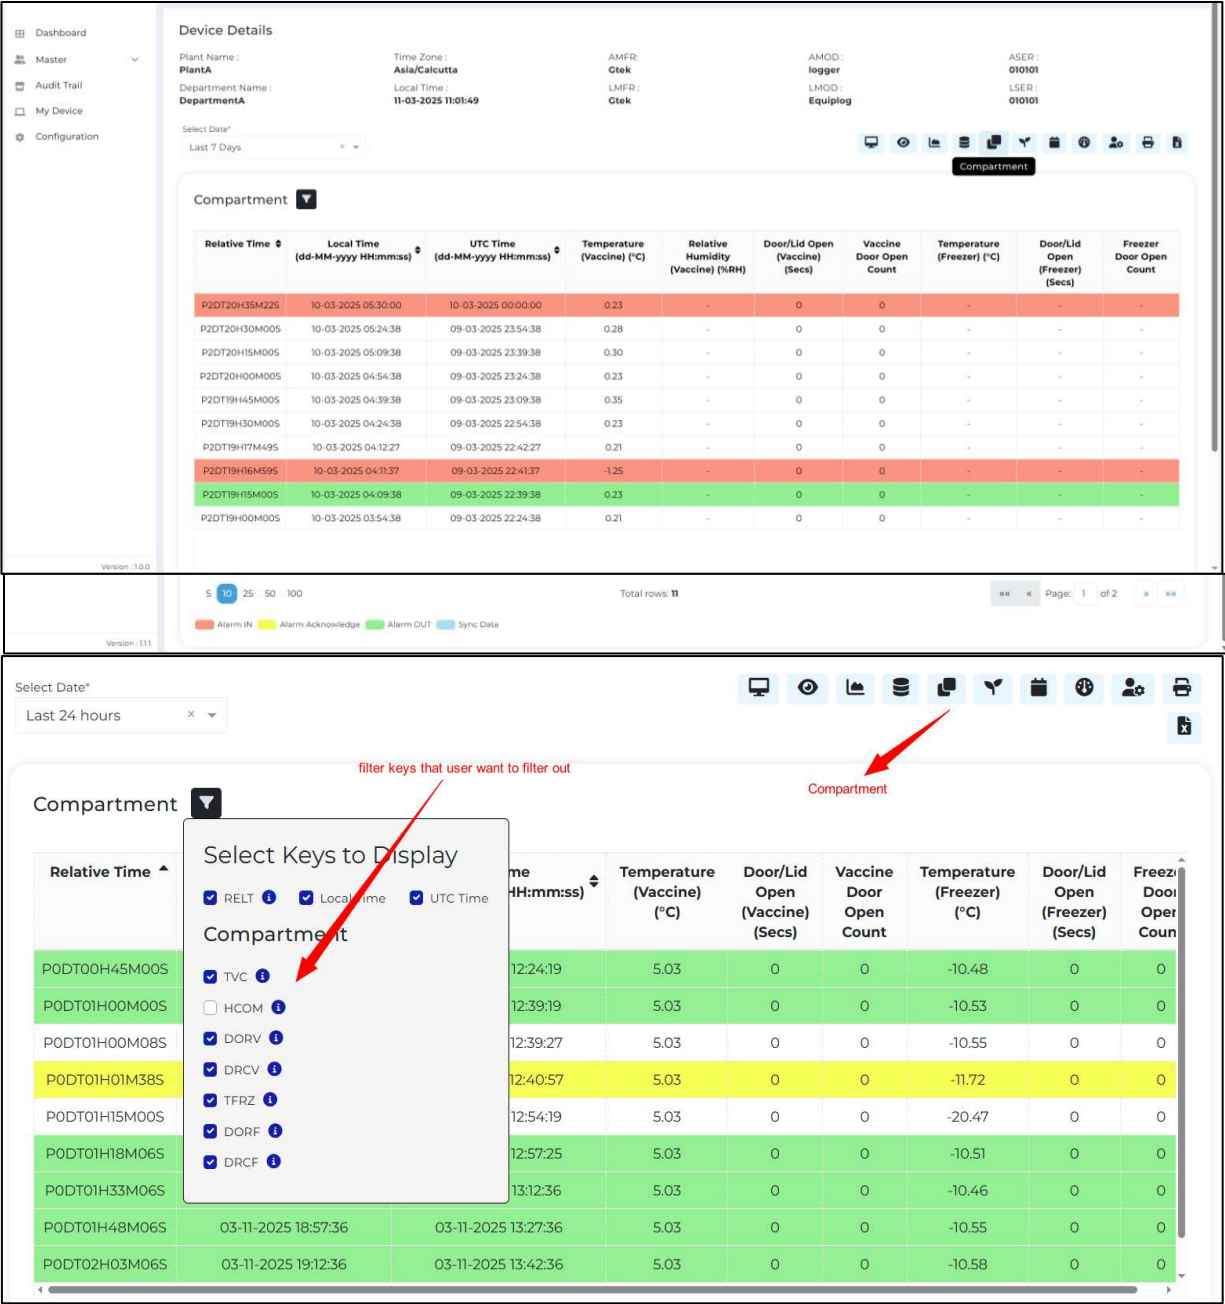

图 52 选定设备的隔室数据仪表盘
- 用户可以过滤所需的参数以获得更好的可读性，如图52所示。